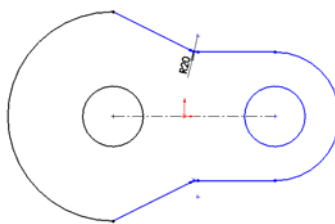

图 2-78 绘制圆角
⑨ 选择菜单栏中的“工具”→“草图工具”→“圆角”命令，绘制半径为 R20 的圆角，此时的草图如图 2-78 所示。